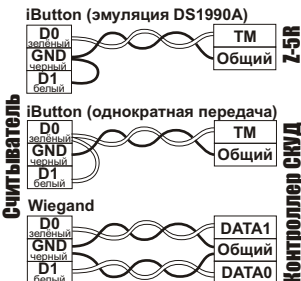

Рис.3 Выбор протокола передачи
- подсоедините провода к считывателю в соответствии с рис.2 и рис.3.;
При внесении в поле действия считывателя брелка происходит чтение идентификационного номера брелка. Далее считанный идентификационный номер передается в контроллер по протоколу iButton (Dallas Touch Memory) или Wiegand-26 (заводские настройки) в зависимости от выбора протокола передачи (см. рис.3). Замыкание жёлтого провода на землю (GND) позволяет управлять красным светодиодом считывателя.